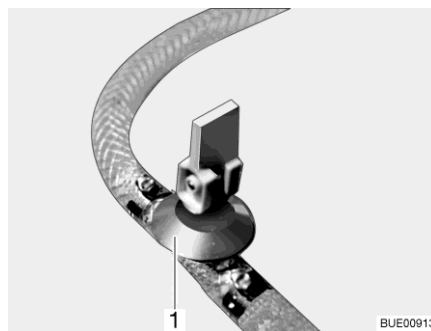

Bild 147 Avtappningskran (med vipparm)
- Stäng alla avtappningskranar. Ställ vipparmens avtappningsventil (Bild 147,1) vågrätt.